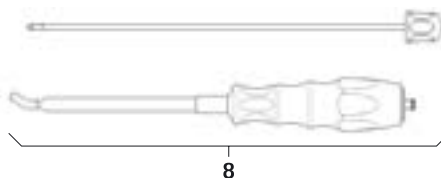

Fig. 3
- Smontare lo strumento inseritore per barre **8**, vedere Fig. 3: svitare la parte interna.